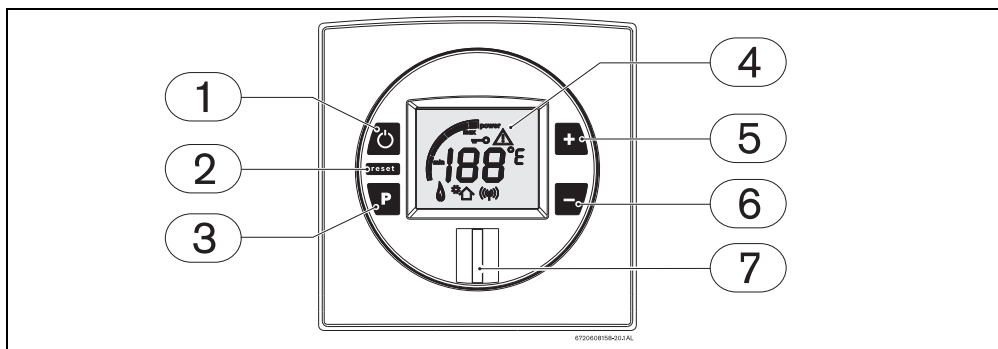

Fig. 4
Colocar o interruptor principal (Fig. 4, pos. 1) em posição de funcionamento (capítulo 4.3), deste modo o aparelho fica pronto a funcionar.